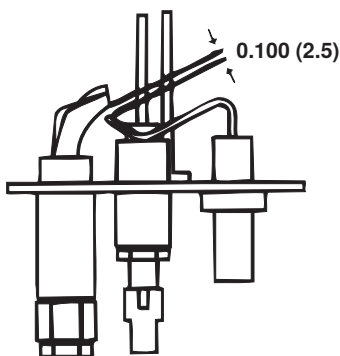

Figure 37. Éclateur à étincelle de veilleuse
4. Vérifiez l'éclateur à étincelle (voir **Figure 37**), qui doit être maintenu à 0.100 pouce (2.5 mm).